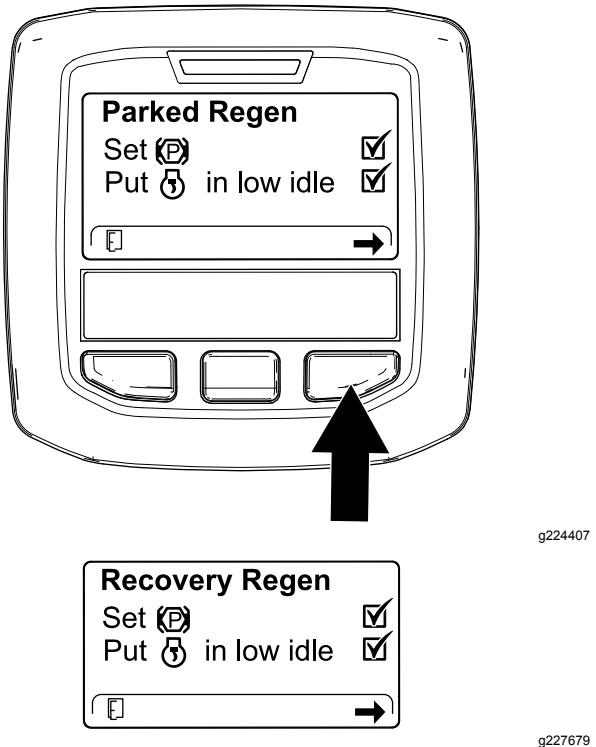

Figure 57
3. Sur l'écran de la liste de contrôle du FAP, confirmez que le frein de stationnement est serré et que le moteur tourne au ralenti (Figure 57).